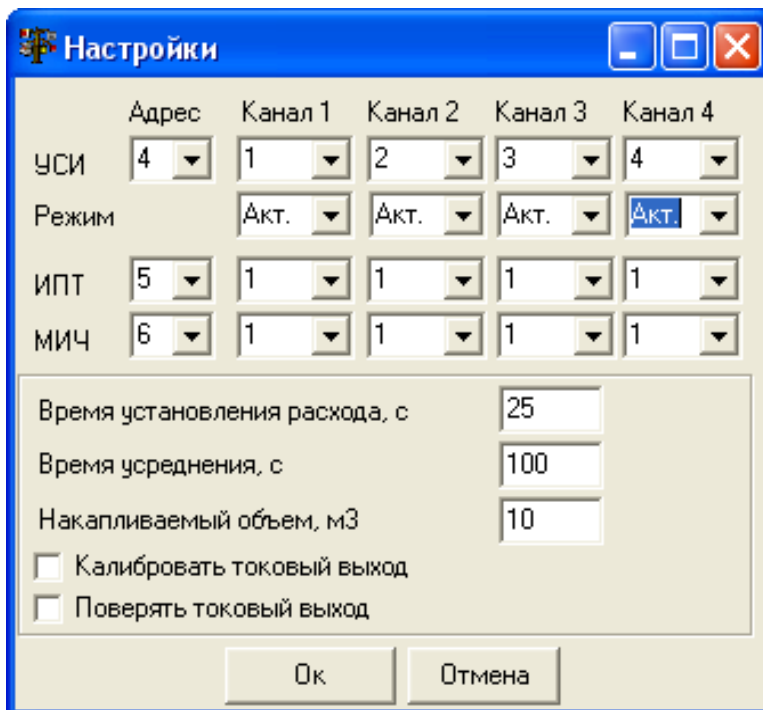

Рис.24. Вкладка «Настройки».
2.6.3. Нажмите кнопку **Настройки**. На мониторе ПК появится вкладка (рис.24):
В окнах вкладки введите значения в соответствии с рис.24. При наличии в поверяемом приборе токового выхода, отметьте выполнение требуемых функций и нажмите кнопку **Ок**, после чего вкладка закроется.